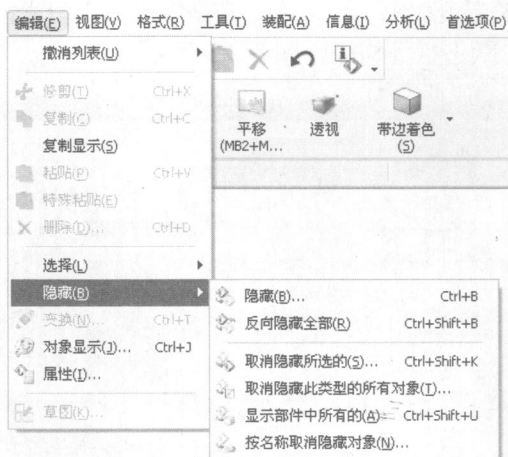

图 1.5 【编辑】的下拉菜单
(2) 菜单栏：选择菜单栏中各个选项，打开下拉式菜单，如图 1.5 所示为【编辑】的下拉菜单。